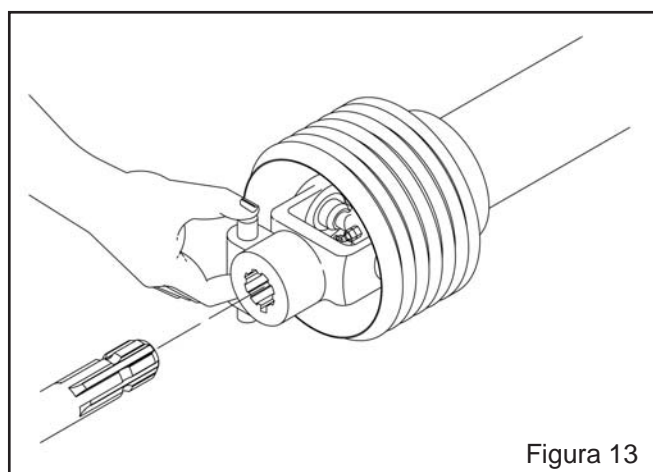

Figura 13
i) Ao acoplar o cardan na tomada de potência pressione o pino de engate rápido e introduza o garfo no eixo da TDP até que o mesmo trave no canal. Após a operação de travamento o pino de engate rápido deve retornar a posição inicial. (Figura 13)